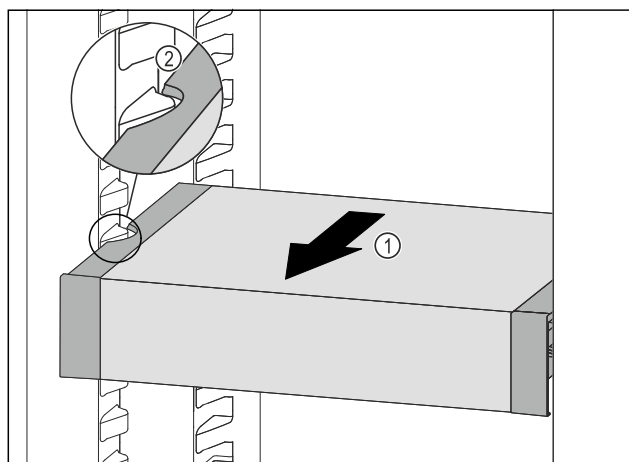

Fig. 87
- ▶ Trageți în față VarioSafe Fig. 87 (1), până când degajările laterale ale VarioSafe se află la înălțimea nervurii recipientului din frigider. Fig. 87 (2)